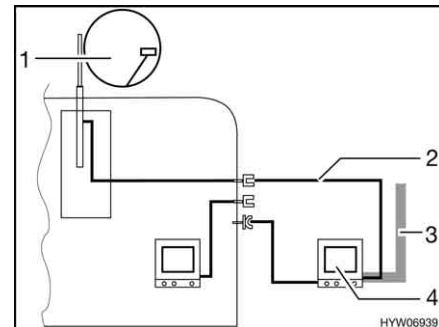

Bild 170 TV i förtältet
- TV i förtältet (Bild 170,4): Anslutning till takantenn (Bild 170,1) med anslutningskabel (Bild 170,2)
- TV i förtältet (Bild 170,4): Anslutning till extern antenn (Bild 170,3)